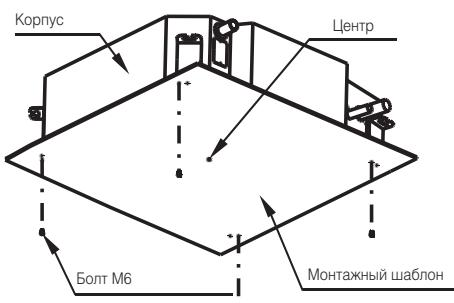

Рис. 5-5
6. После монтажа корпуса блока закрепите на нем монтажный шаблон с помощью болтов M6x12, чтобы определить размеры и расположение ниши в подвесном потолке (рис. 5-5).